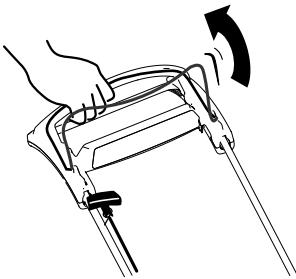

Figura 17
2. Tire de la barra de control de la cuchilla hasta el manillar (Figura 17).